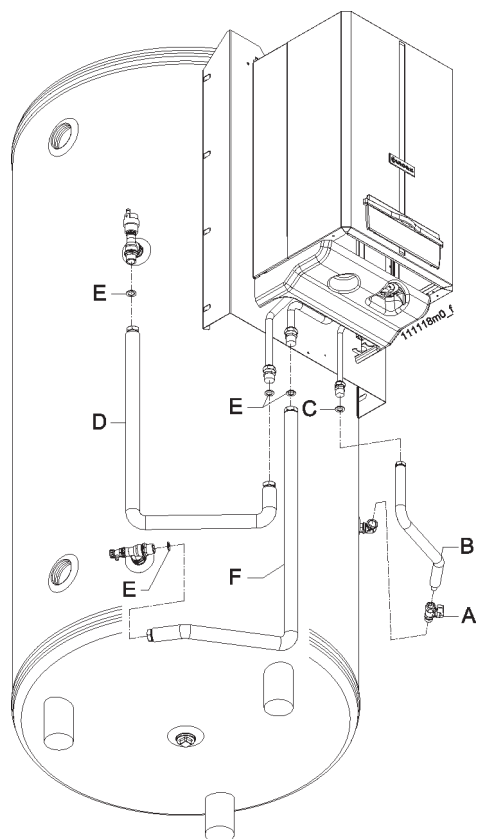

Figura 20 - Collegamento B-WR/W con NOVADENS B
- collegamento fra bollitori B-W e B-WR e caldaia serie NOVADENS B vedere figura 20.